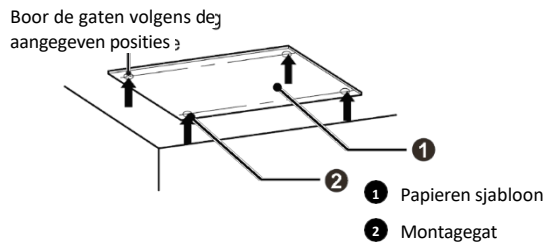

Fig. 4.1.2
- 1) Plak het referentiekarton op de installatieplaats; boor 4 gaten volgens de plaats van het gat op het karton zoals aangegeven in Fig. 4.1.2; de diameter van het gat is afhankelijk van de diameter van de expansiebout en de diepte is 60 tot 70 mm, zoals aangegeven in Fig. 4.1.3.